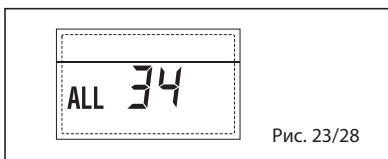

Рис. 23/28
– НЕПОЛАДКА ДАТЧИКА КАСКАДНОЙ ПОДАЧИ “ТРЕВ 31” (рис. 23/25)